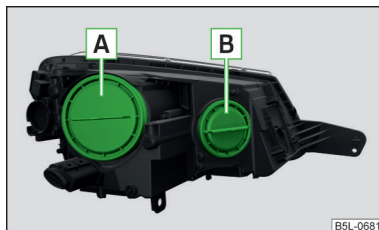

Fig. 197
Orden de bombillas » fig. 197
» Desenrosque la tapa protectora respectiva » fig. 197 de la pág. 179 en el sentido contrario a las agujas del reloj y retírela.
- » Coloque la tapa protectora respectiva » fig. 197 de la pág. 179 y gírela hasta el tope en el sentido de las agujas del reloj.